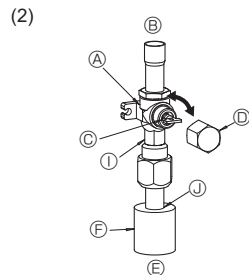

Fig. 4-7
- (2) Lato gas della valvola di arresto (Fig. 4-7)